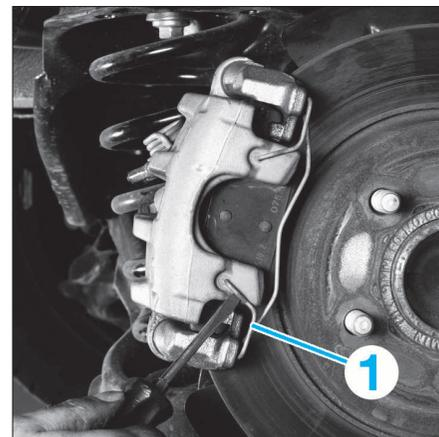

FIG. 13
- le ressort de l'étrier (1) (Fig.13).